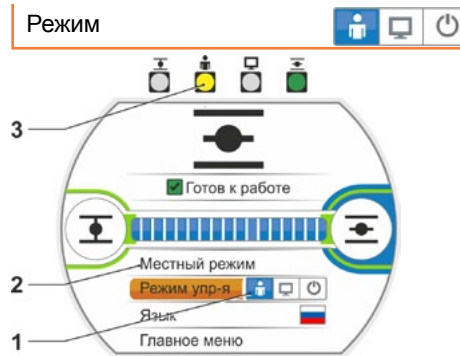

Рис. 1: Местное управление
2. Нажимайте кнопку Drive Controller столько раз, пока не станет активным знак МЕСТНОЕ (рис. 1, поз. 1).